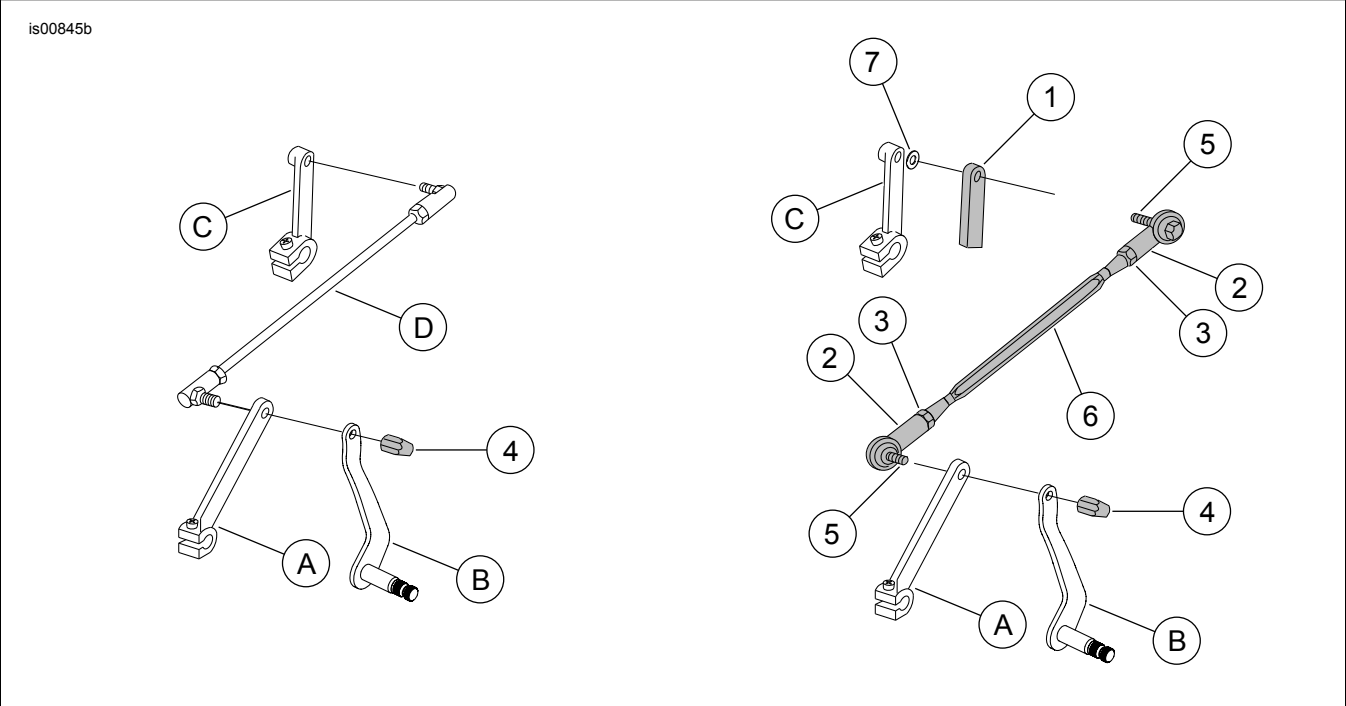

Figura 1. Peças de reposição: Articulação de câmbio de alumínio
Veja Figura 1 e Tabela 2.
1. Veja Figura 1. Remova a haste do câmbio original (D).
2. Ajuste a nova haste do câmbio do kit para que corresponda ao comprimento da haste do câmbio removida soltando as porcas de travamento (3), ajustando o comprimento da haste e, em seguida, apertando as porcas de travamento com torque de 27–32 N·m (20–24 ft-lbs).
3. **Para os modelos com uma alavanca da haste do câmbio com a parte traseira reta:** Descarte o espaçador (7). Coloque a tampa (1) sobre a alavanca da haste do câmbio (C). **Para os modelos com uma alavanca da haste do câmbio com a parte traseira fora de centro:** Coloque o espaçador (7) e a tampa (1) na alavanca da haste do câmbio (C). Os kits 33900103 e 33900134 não incluem a tampa da alavanca da haste do câmbio (item 1).